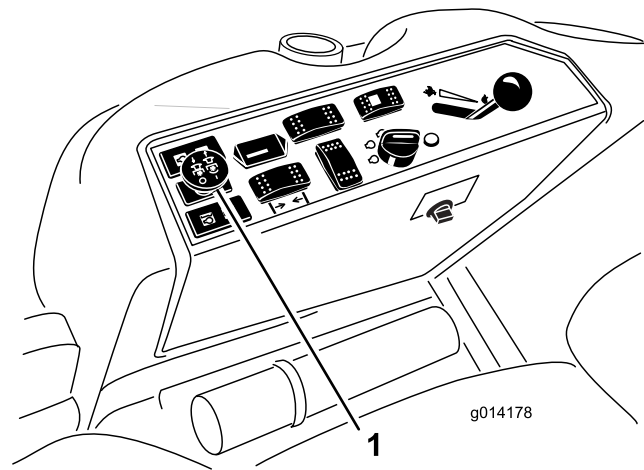

Figura 17
3. Puxe para cima o interruptor da tomada de força para o engatar (Figura 17).